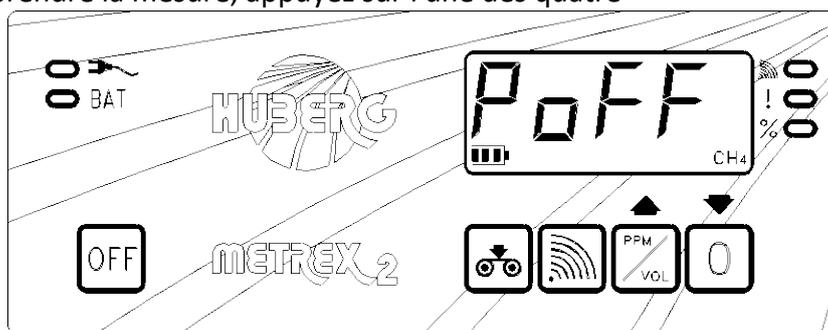

fig.28
Le METREX 2 peut être équipé d'une fonction optionnelle de blocage de la pompe : en cas d'obstruction continue du flux (pendant environ 4 secondes), le Metrex 2 arrête la mesure et l'écran affiche « Poff » (fig. 28). Pour reprendre la mesure, appuyez sur l'une des quatre touches situées sous l'écran (fig. 1, touches (2), (3), (4), (5)).